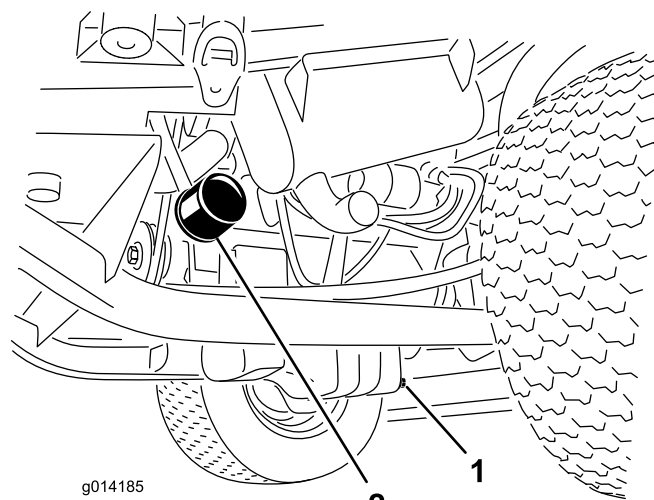

Рисунок 27
- Снимите масляный фильтр (Рисунок 27).
- Снимите сливную пробку (Рисунок 27) и дайте маслу стечь в сливной поддон.